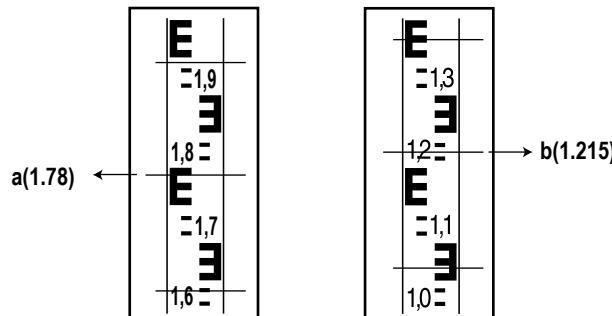

Abbildung 4
- Richten Sie das optische Nivelliergerät auf die Mitte der Stange B. Notieren Sie den Höhenwert der Nivellierlatte in der Mitte des Fadenkreuzes (Abb. 4).
- Enfoque el nivel óptico en el centro de la barra B. Anote el valor de altura que la barra de nivelación muestra en el centro de la retícula (Fig. 4).